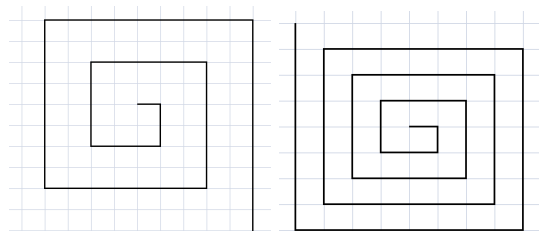

Рис. 6.16. Квадратная спираль к заданию  $6^7$  (слева) и к заданию  $6^8$  (справа)
**ЗАДАНИЕ 67** Написать программу движения робота по «квадратной» спирали: один шаг, поворот, два шага, поворот и т. д. (рис. 6.16).
**ЗАДАНИЕ 68** Написать программу движения робота по «квадратной» спирали: две ветки длиной 1 шаг, затем две ветки длиной 2 шага и т. д. (рис. 6.16). Организовать вывод на экран длину очередной ветки (в шагах).